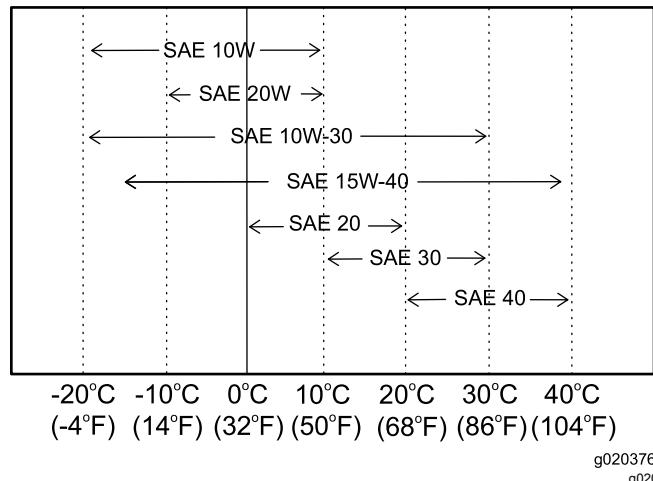

Figura 34
**Viscosidad:** consulte Figura 34.